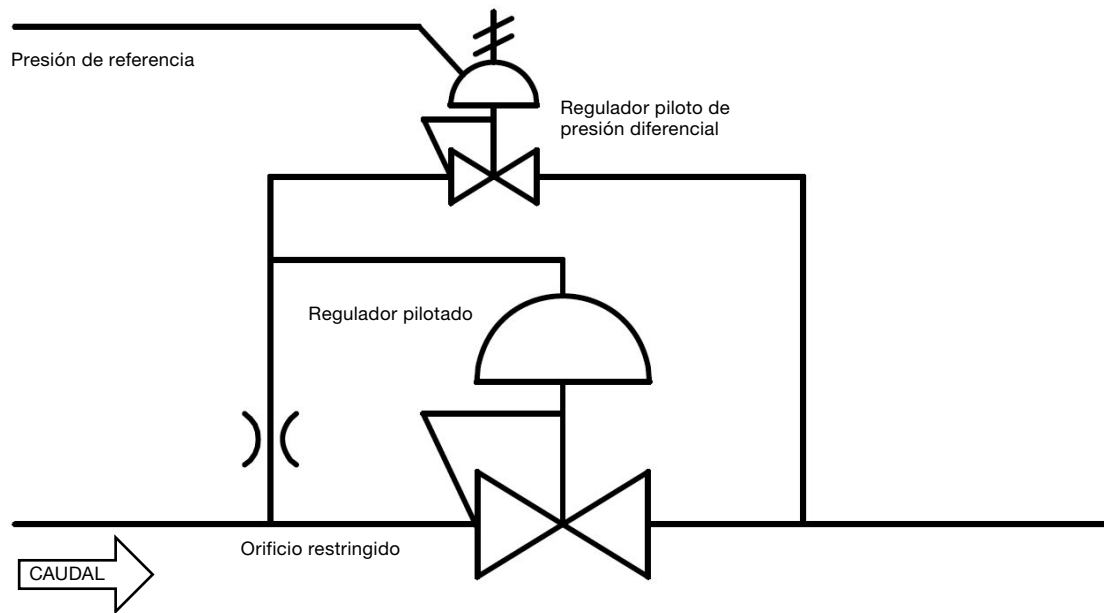

Figura 3
- **Control del piloto de presión diferencial.** En esta configuración se puede conectar una línea de presión de referencia al regulador piloto integral (Figura 3). A continuación, el regulador piloto puede ajustarse para establecer una presión de corrección. El regulador principal tendrá entonces una presión de salida igual a la presión de referencia más la presión de corrección.